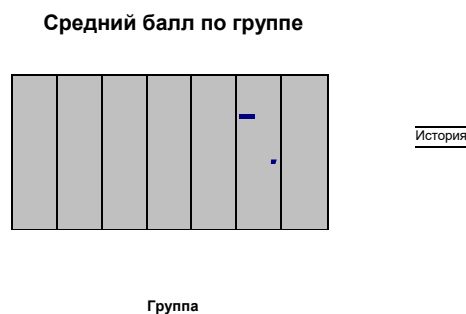

Рис. 3.3. Средний балл по группам по предмету “История”
4. Постройте диаграммы и сравните результаты сдачи по отдельным предметам (например, по предмету “История” см. рис. 3.3). Для этого следует: